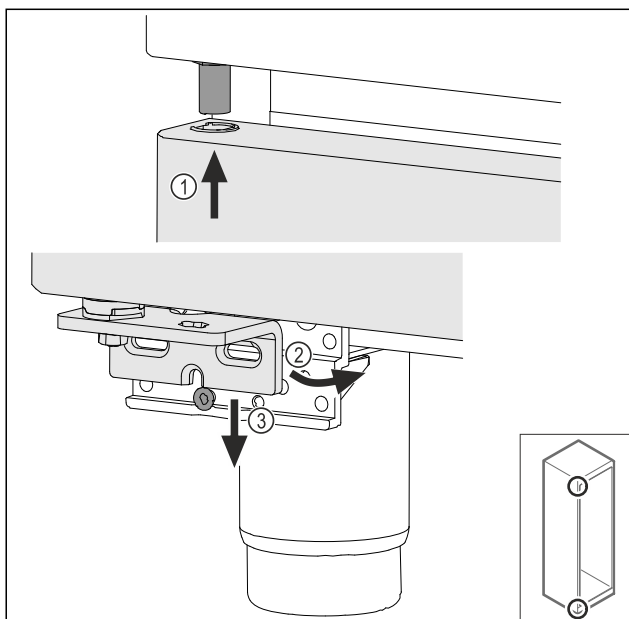

Fig. 66
- ▶ Установите дверь под небольшим уклоном сверху Fig. 66 (1), выровняйте ее прямо Fig. 66 (2) и смонтируйте снизу на винт опорного кронштейна Fig. 66 (3).